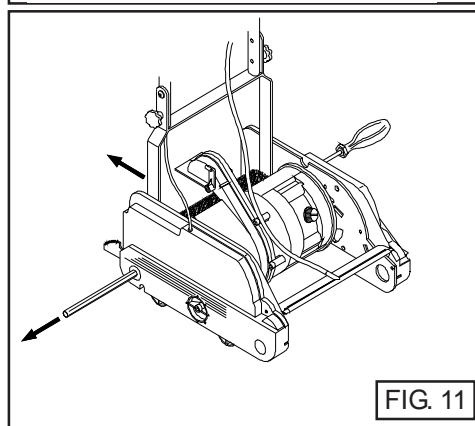

FIG. 11
13.1.2 Escova traseira (FIG. 11)